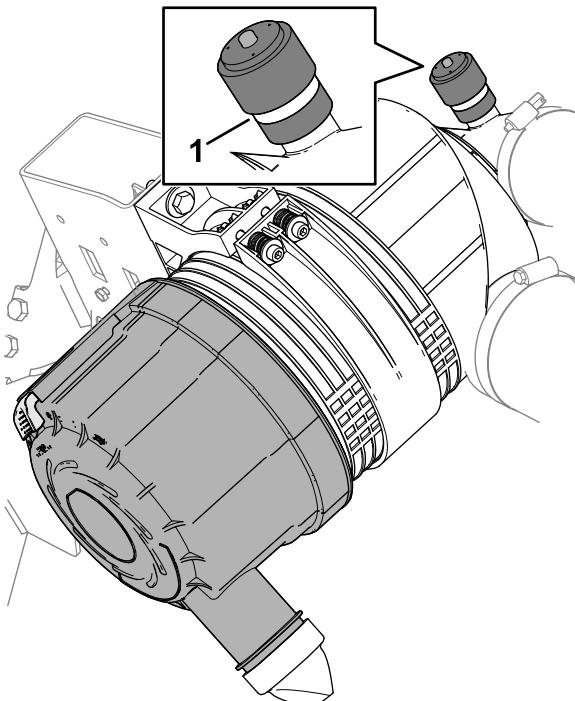

Bild 106
3. Überprüfen Sie die Wartungsanzeige am Ende des Luftfiltergehäuses (Bild 106).